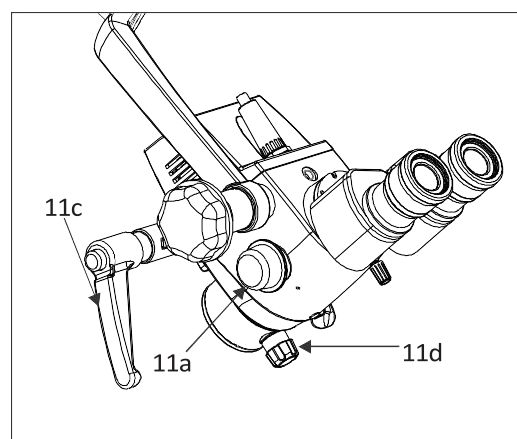

Fig. 13
PARAMÈTRE EN HAUT DE GROSSISSEMENT (Réf. Fig. 13)
2. La mise au point fine s'effectue à l'aide de la molette située sur le CMO, indiquée comme (11d) dans la fig. 13.